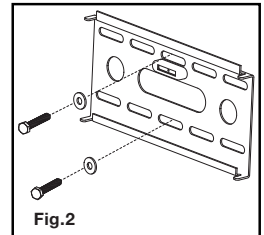

Fig.2
contra la pared y afíncela utilizando los pernos de fijación (A) y las arandelas (B) de los pernos de fijación (vea la Fig. 2). **No apriete los pernos demasiado y no suelte la placa de pared hasta que todos los pernos estén colocados en su posición.** Asegúrese que la placa de pared permanezca nivelada luego de haber afianzado todos los pernos.